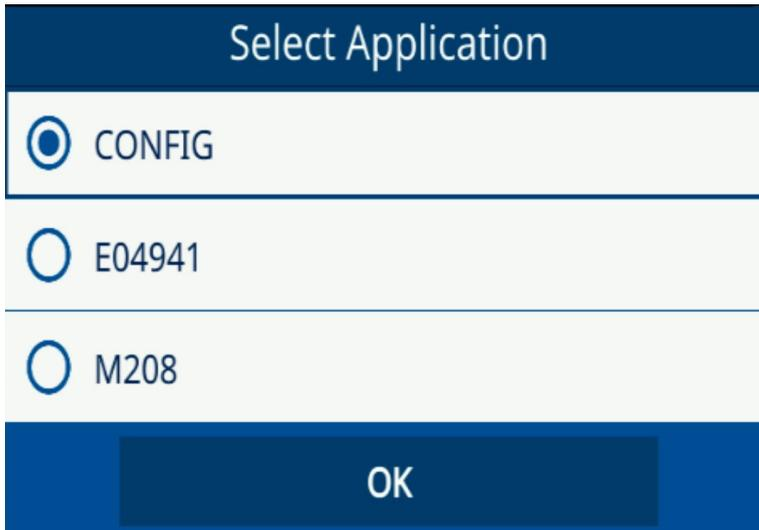

Abbildung 7-8 Select Application Pop-up-Fenster
3. Wählen Sie die Anwendung im Pop-up-Fenster aus und wählen Sie **OK** (siehe Abbildung 7-8 auf Seite 74).